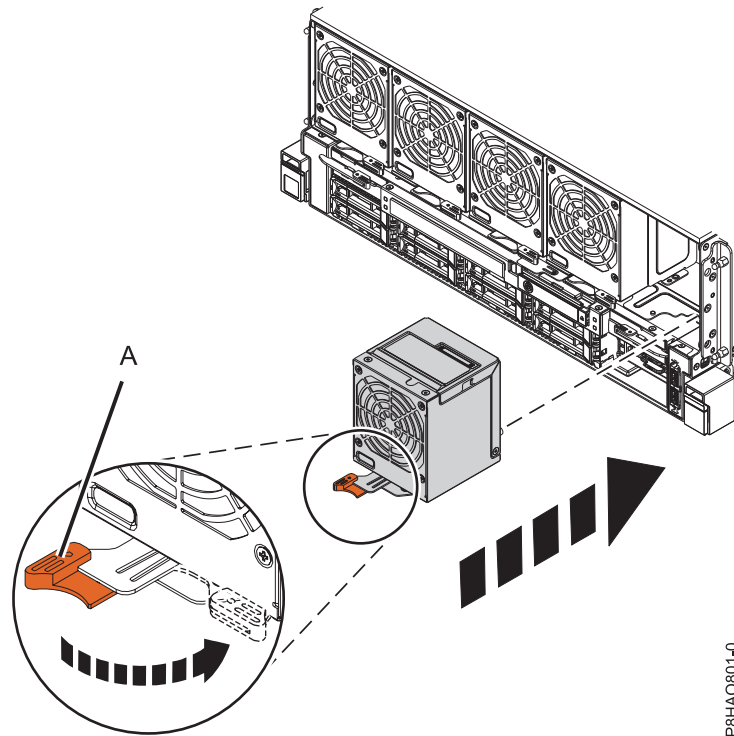

Figura 3. Sustitución de un ventilador frontal en el sistema
2. Asegúrese de que el asa del ventilador (A) esté abierta tal como se muestra en la Figura 3 en la página 5.
3. Con la ayuda de la mano para sujetar la parte inferior del ventilador, alinee el ventilador con la ranura de ventilador y deslícelo en el sistema. Consulte la Figura 3.
4. Haga girar el asa del ventilador (A) en la dirección que se muestra y, a continuación, presione el asa del ventilador hasta que el amperio quede fijado en su sitio. Consulte la Figura 3.